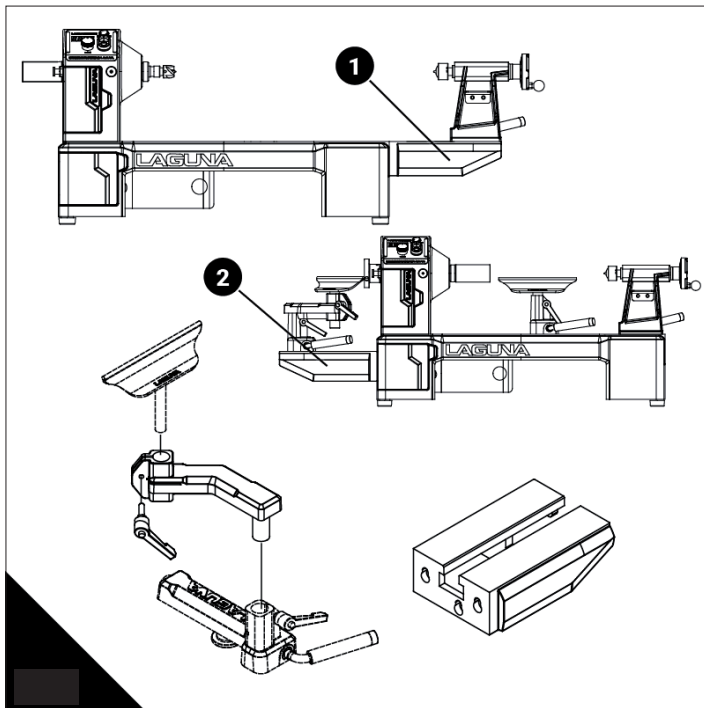

Abb. 16
Abb. 16. (1) Bankbettverlängerung - Verlängerung der Spitzenweite von 393 mm auf 647 mm. (2) Außendrehvorrichtung - erweitert die Drechselbanklänge an der linken Seite um 406 mm.